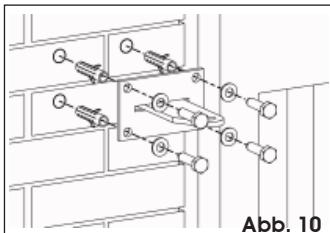

Abb. 10
- ii- Mit angemessenen Befestigungsmitteln am Pfosten fixieren (Abb. 10).